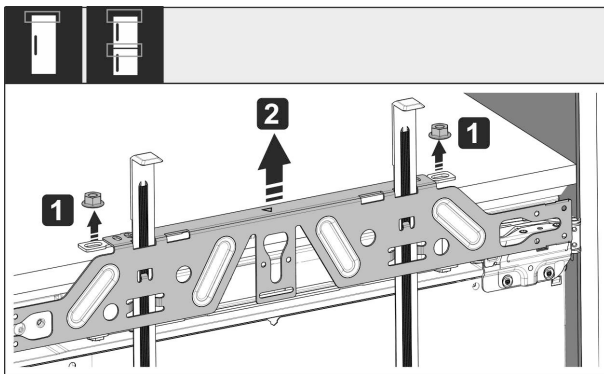

Fig. 58
- ▶ Oldja ki az ellenanyákat Fig. 58 (1).
- ▶ Vegye le a rögzítő kereszttartót Fig. 58 (2).